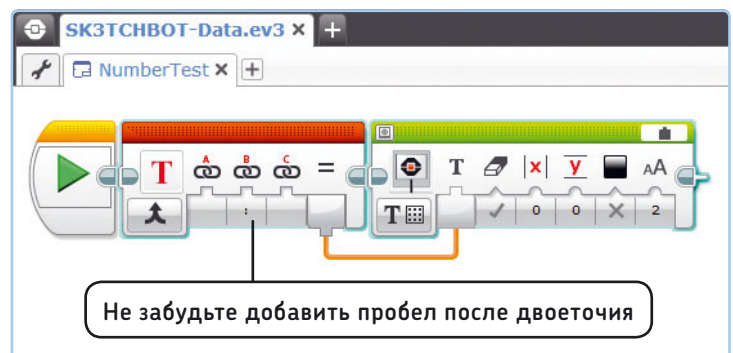

Рис. 15.15. Настройте блоки **Текст** и **Экран**, как показано на рисунке, а затем выделите оба блока
2. Установите и настройте блок **Текст** (Text) и блок **Экран** (Display) в области программирования, как показано на рис. 15.15. Вы будете использовать блок **Текст** (Text) для объединения значения ввода **Метка**, двоеточия, за которым следует пробел, и значения ввода **Число** в одну текстовую строку, и блок **Экран** (Display) для дальнейшего вывода ее на экран. Затем с помощью мыши выделите оба блока, заключив их в рамку выделения.